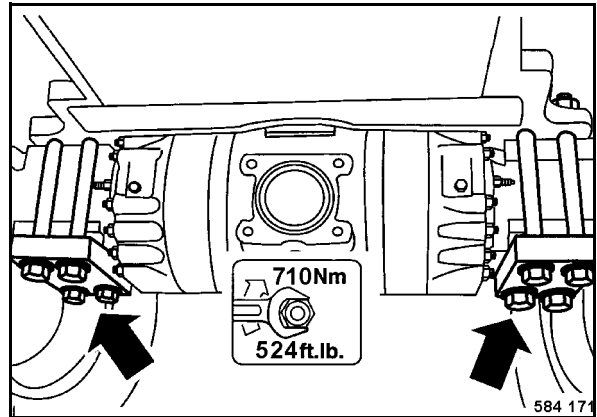

Fig. 171
- Comprobar todas las tuercas de fijación de los bulones de sujeción del eje (Fig. 171) por asiento fijo.